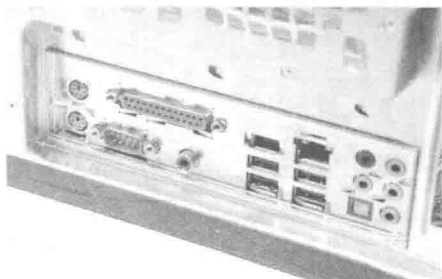

图 1-17 通过 I/O 挡板确定主板是否安装正确
(3) 确定主板是否安放到位,可以通过机箱背部的主板挡板来确定,如图 1-17 所示。